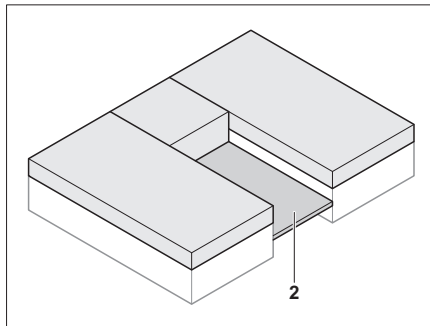

Bild 74 Lattenrost herausziehen
- Lattenrost (Bild 74,2) zwischen den Einzelbetten herausziehen.